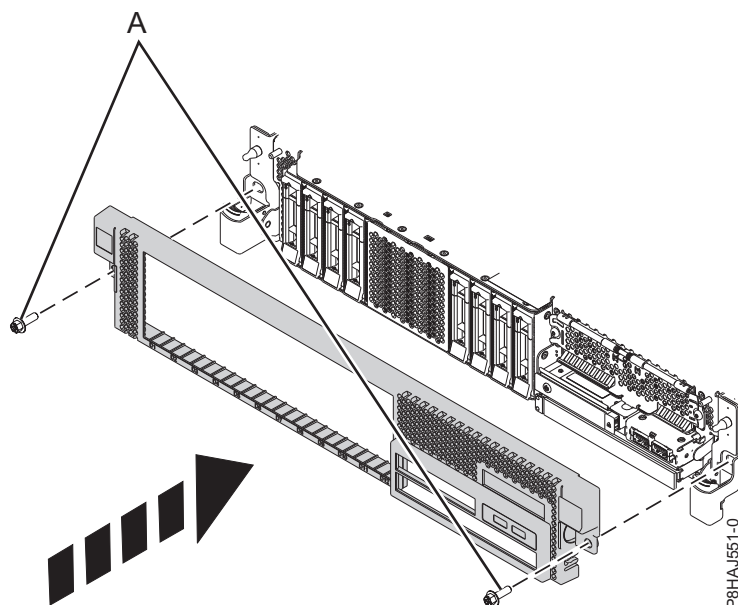

Figura 33. Instalando a Tampa Frontal
3. Feche as travas de liberação, empurrando na direção mostrada na Figura 33 na página 49. A tampa se encaixa no lugar e possui uma indentação pela qual é possível segurá-la mais facilmente.
4. Substitua os parafusos de remessa (A).